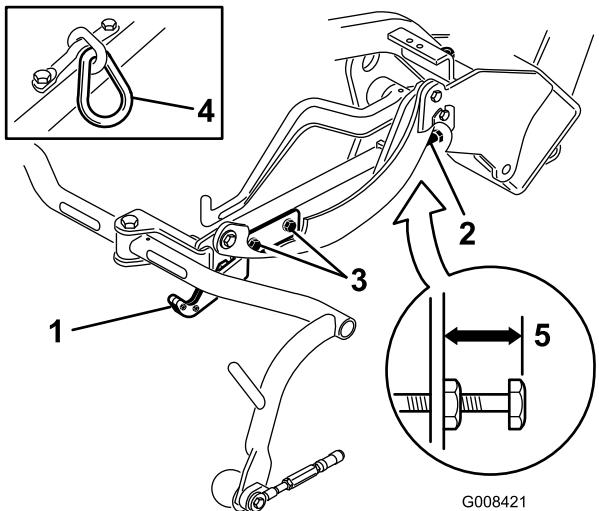
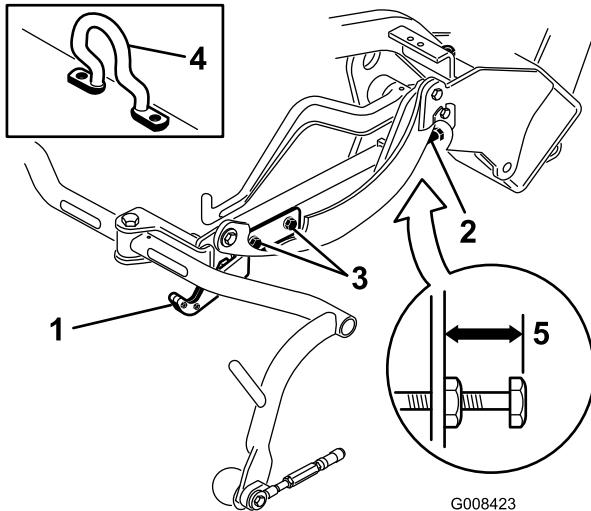
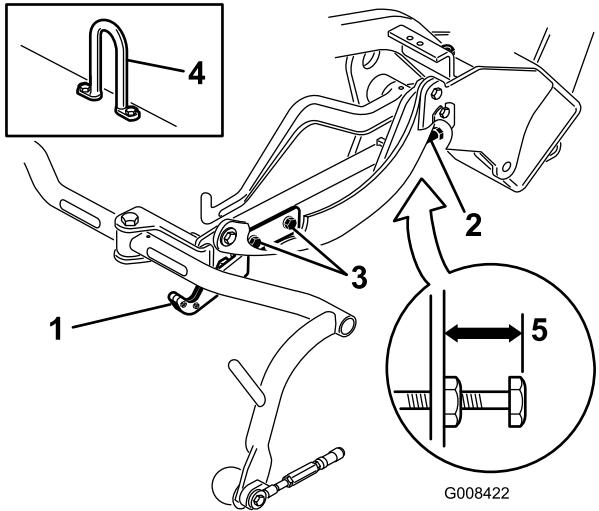

Figura 19
Figura 21
Figura 20
Controllate l'altezza di trasferimento (Figura 19 e Figura 20) e, se necessario, regolatela.
- Sugli apparati di taglio dotati di anello o di gancio di sollevamento diritto (Figura 19 e Figura 20, da applicare), verificate che la distanza tra la parte superiore della vite di regolazione del telaio portante e la parte posteriore del telaio portante sia di 22 mm. Se la distanza non è di 22 mm, passate al punto 4. Se l'elemento di taglio è dotato di gancio di sollevamento sfasato (Figura 21), passate al prossimo punto.
3. Sugli apparati di taglio dotati di gancio di sollevamento sfalsato (Figura 21, da applicare), verificate che la distanza tra la parte superiore della vite di regolazione del telaio portante e la parte posteriore del telaio portante sia di 25 mm. Se la distanza non è di 25 mm, passate al punto 4.
4. Allentate le viti di montaggio della piastra di trasferimento (Figura 19, Figura 20 e Figura 21).
7. Se i telai portanti non si trovano alla stessa altezza, allentate il controdado della vite di regolazione del telaio portante (Figura 19, Figura 20 e Figura 21). Ruotate la vite, svitandola per sollevare il telaio e avvitandola per abbassarlo. Una volta ottenuta l'altezza desiderata, serrate il controdado.